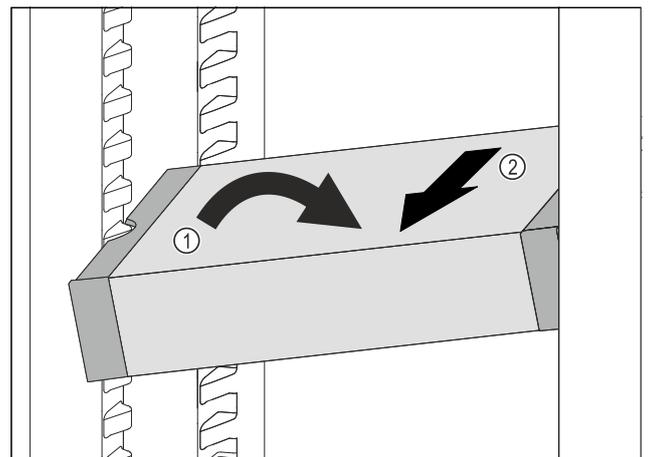

Fig. 145
- ▶ VarioSafe im Kühlteil schräg stellen. Fig. 145 (1)
- ▶ VarioSafe nach vorne entnehmen. Fig. 145 (2)